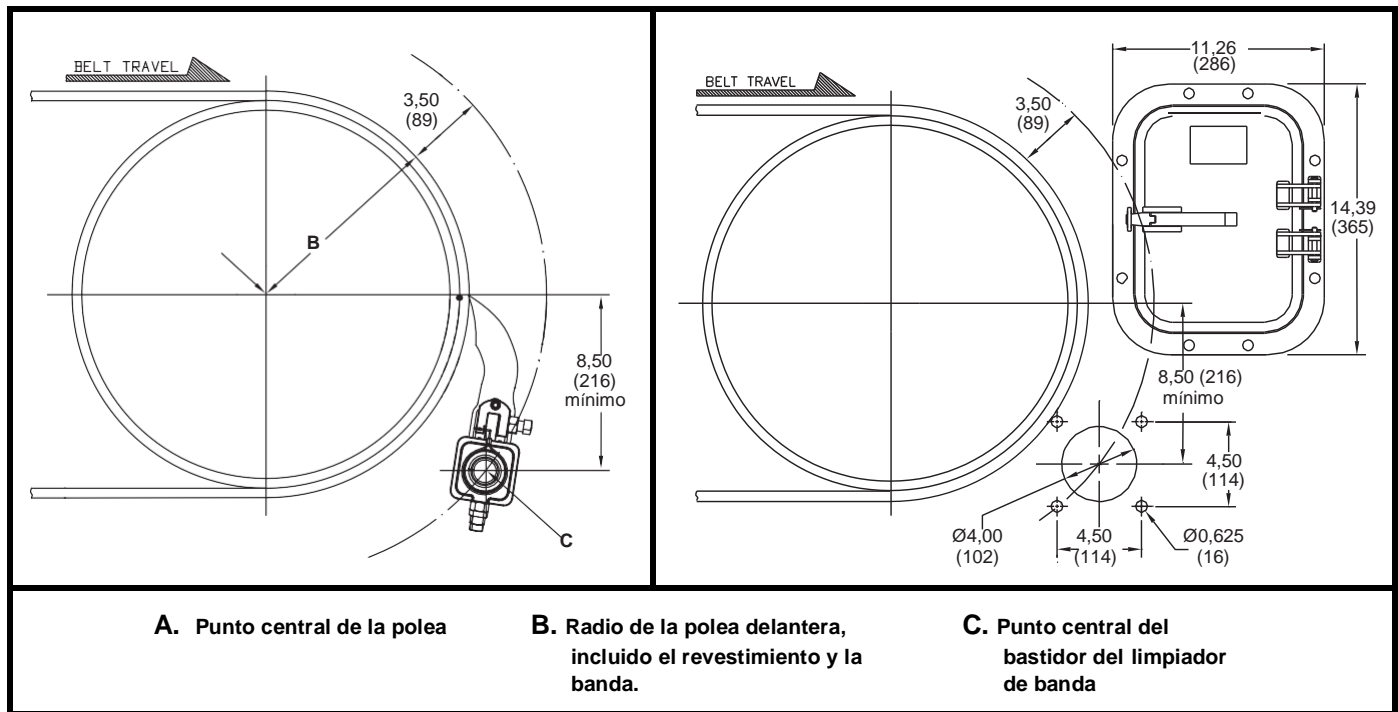

Figura 2. Posición del bastidor del limpiador de banda & recortes de la pared del chute
1. En el lado del operador del chute, encuentre el punto central de la polea (A).
2. Mida el radio de la polea principal, incluido el revestimiento y el espesor de la banda (B). A esta medida, agregue 3,50 in. (89 mm).
3. Partiendo del punto central (A), mida la distancia total calculada en el paso 2 ($B + 3,50$) y dibuje un arco en la pared del chute.
4. Mida hacia abajo desde la línea central horizontal de la polea la distancia que se muestra en la Figura 2 y dibuje una línea horizontal paralela a ella. Ubique el punto central del bastidor del limpiador de banda (C) donde esta línea cruza el arco en la pared del chute.